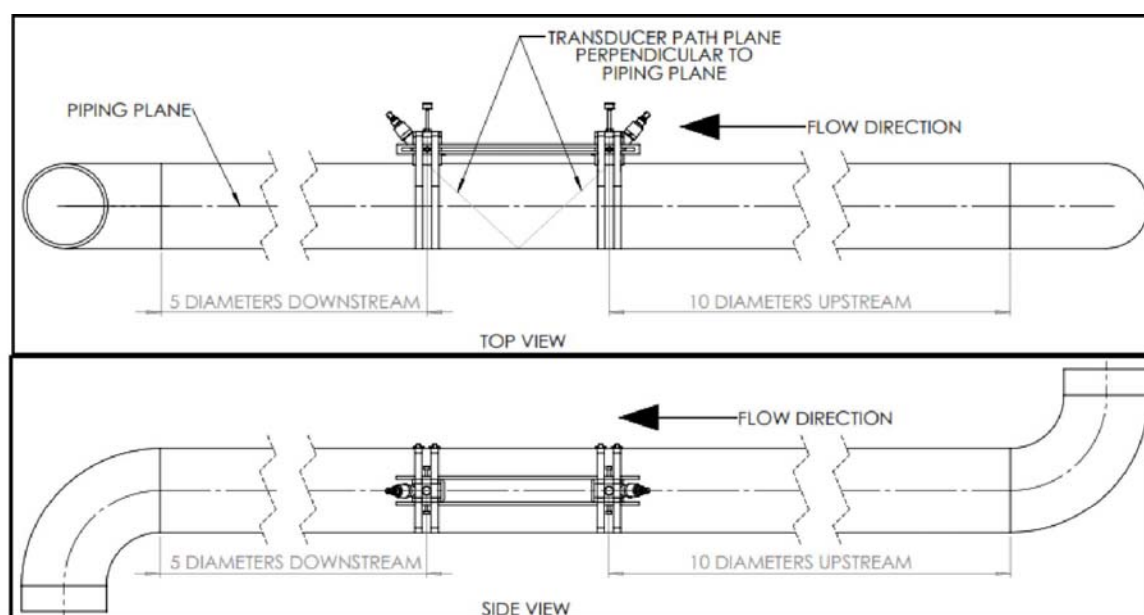

図 7: 推奨される設置場所と向き
- クランプ取り付け具とトランスデューサシステムの位置は、測定点から上流に 10 配管径の乱されていない直管長があり、下流に 5 配管径の乱されていない直管長があるようにする(下の図 7 を参照してください)。乱されていない流れとは、バルブ、拡張ジョイント、エルボ、およびその他の突出した機械部品など、流体内の乱流源を避けることを意味する。一組の面外ダブルエルボの後の位置については、より長い直管長が強く推奨される。